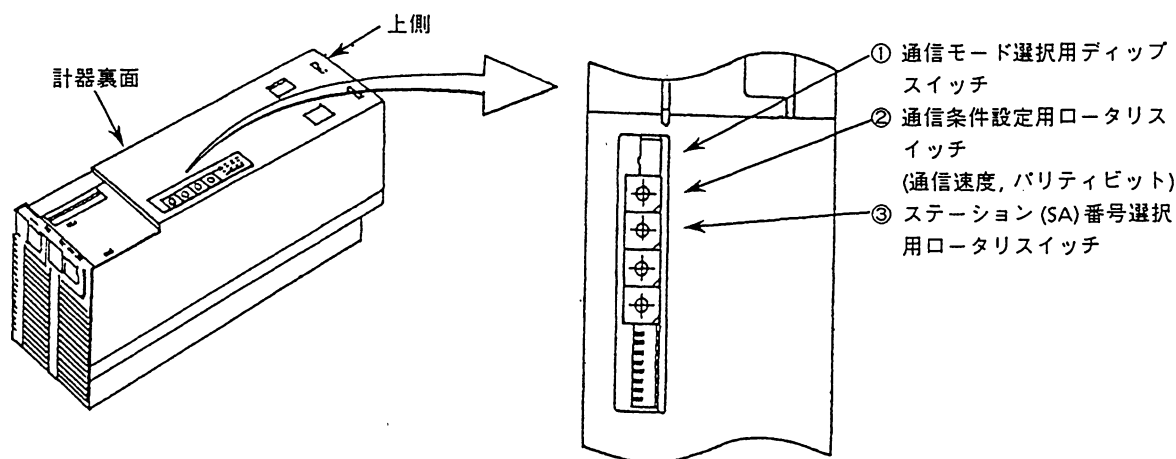

図6.1
- UT2000 の通信はパソコンリンク通信モードとラダー通信モードがあり、ディップスイッチ ① によって切り換えます。(下図 6.1 および 4.2.1 ① 通信モード選択用ディップスイッチを参照してください。)